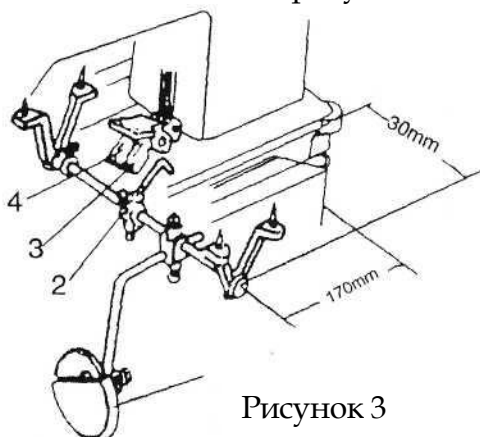

Рисунок 3
1. Перекрёстная строчка может быть отрегулирована произвольно в пределах максимального диапазона, управляемого педалью для шитья с помощью ноги (см. рисунок 3), движение части 3 должно управляться частью 2 так, чтобы педаль для шитья с помощью ноги могла управлять колебанием иглы.